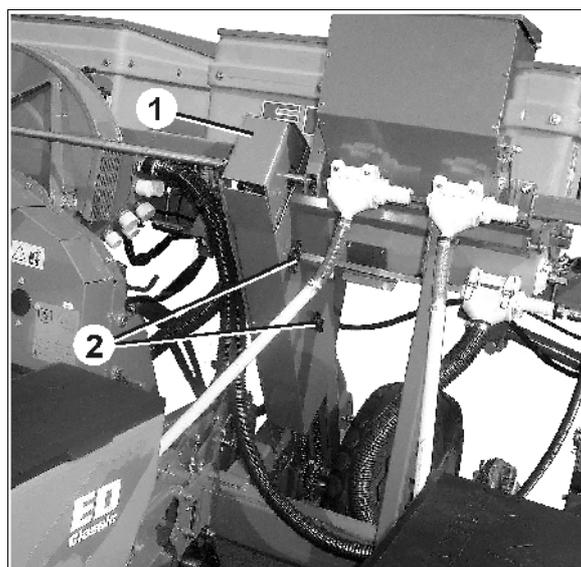

Fig. 50
1. Flügelmuttern (Fig. 50/2) lösen.
2. Kettenschutz (Fig. 50/1) abnehmen.